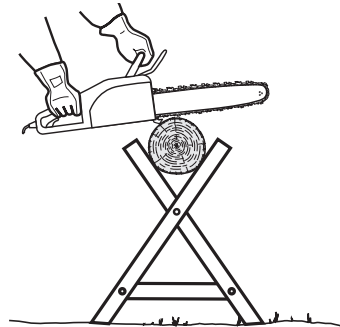

Fig. 36
5. Apoye los troncos pequeños en un soporte de serrado o en otro tronco durante el trozado (Fig. 36).